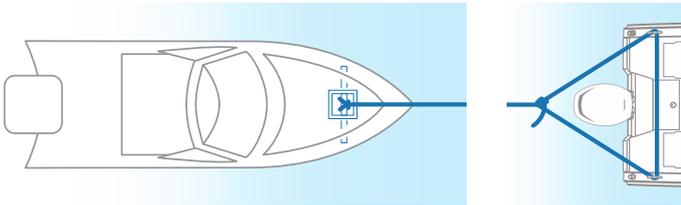

Рис. 22. Крепление троса при буксировке.
Для буксирования другой лодки, используйте крепкий трос, который имеет положительную плавучесть. Всегда крепите трос так, чтобы во время буксировки он находился по центральной оси лодки (Рис. 22). Начинать буксировку медленно, избегайте рывков, и не перегружайте двигатель. Буксируя маленькую лодку, отрегулируйте длину троса так, чтобы она плыла по нисходящему уклону кильватера. В узких проливах и при высоких волнах подтягивайте лодку ближе к транцу, чтобы стабилизировать ее движение. Надежно закрепите все оборудование в лодке на случай ее опрокидывания.
- Попросите второго человека на борту лодки наблюдать за лыжником и информировать водителя о сигналах, которые подает лыжник (Рис. 22). Водитель должен полностью уделять внимание управлению лодкой и водным пространством впереди;